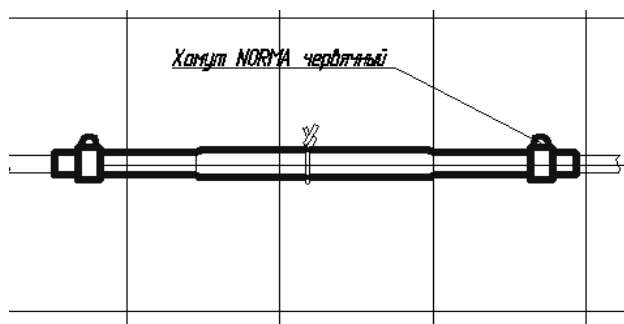

Рисунок 5.1 - Крепление сращенного кабеля ЧЭ
- надеть на место пайки центральных жил кабелей анкерную рубашку, а на нее - термоусадочную трубку таким образом, чтобы концы её охватывали оба ЧЭ примерно на 20-25 мм с каждой стороны. Равномерно нагреть термоусадочную трубку электрофеном до полной усадки на оболочку кабелей ЧЭ. Концы термоусадочной трубки обжать червячными хомутами NORMA для полной герметизации ремонтной муфты (рисунок 5.1).